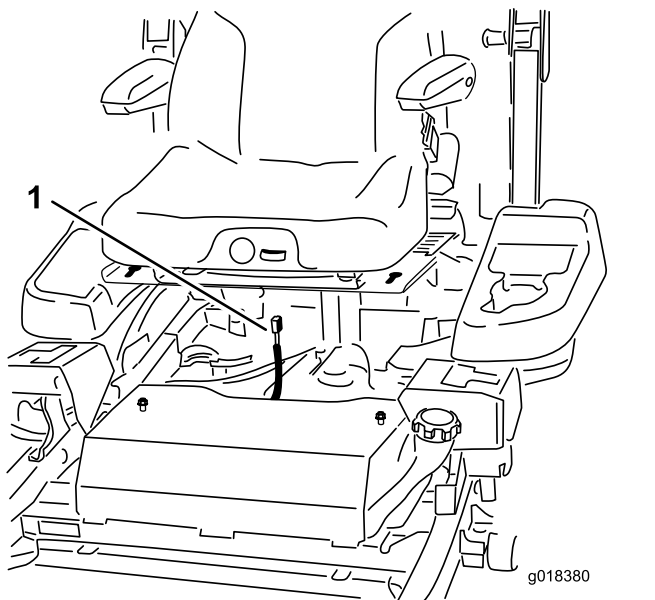

図 68
9. 座席の下についているシートスイッチからハーネスコネクタを外す 図 68。